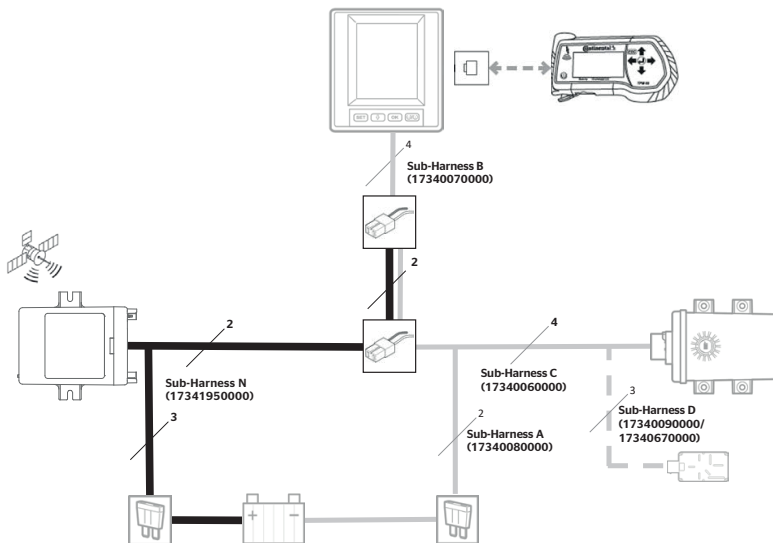

Abb. 1: Variante A
- ◆ Verbinden Sie den Kabelbaum N wie in „**Abb. 1: Variante A**“ gezeigt.